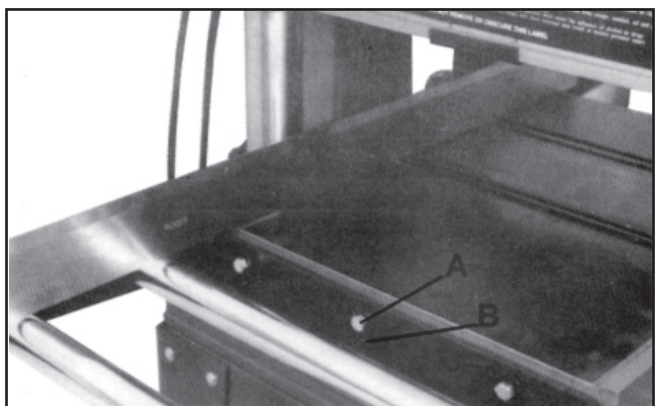

Figura 4
4. Coloque un borde plano a través de la cepilladora de manera tal que cruce ambas mesas y rodillos. Vea la Figura 4.
5. Usando los tornillos hexagonales (A, Figura 4) y los tornillos (B, Figura 4), ajuste cada mesa de extensión con rodillo. El borde recto debe descargar a nivel a través de la mesa y los rodillos.